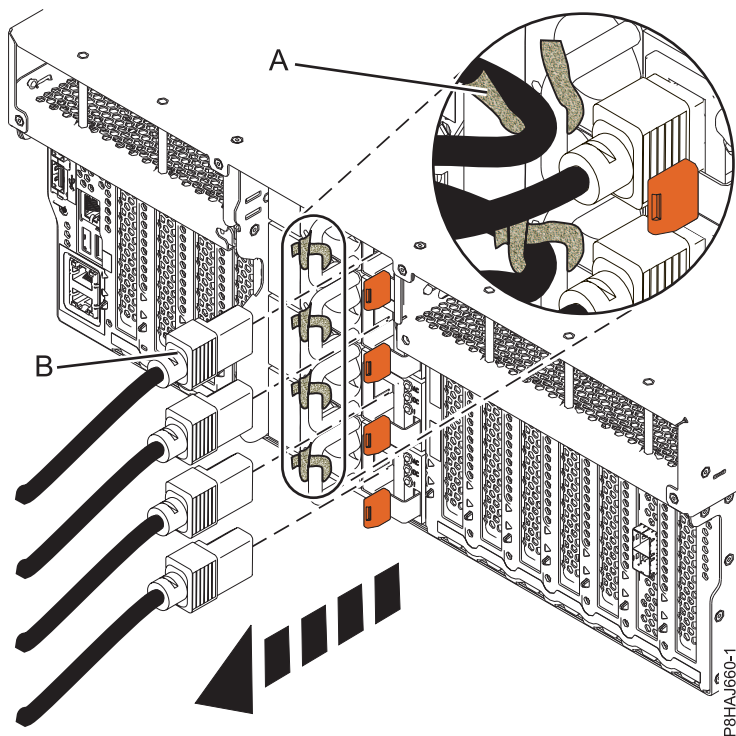
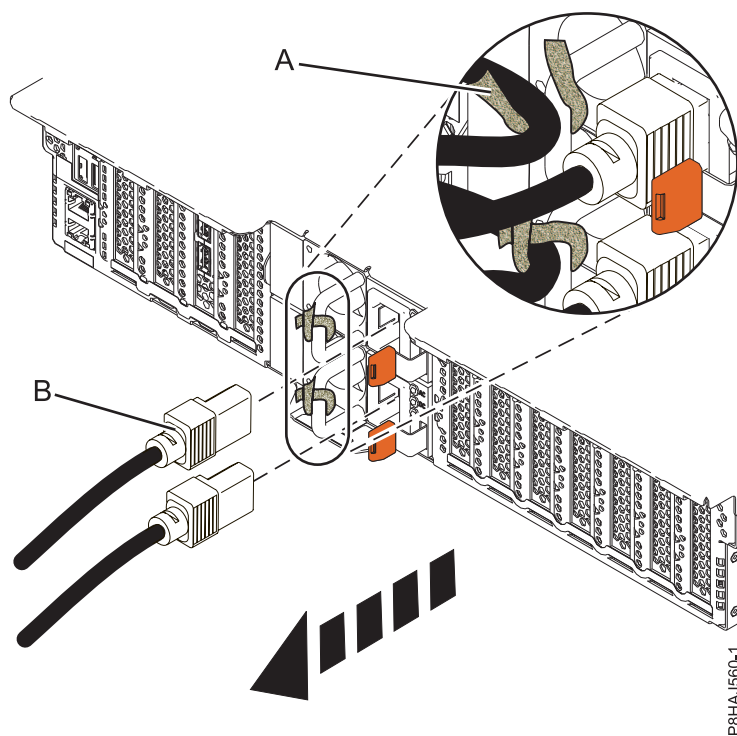
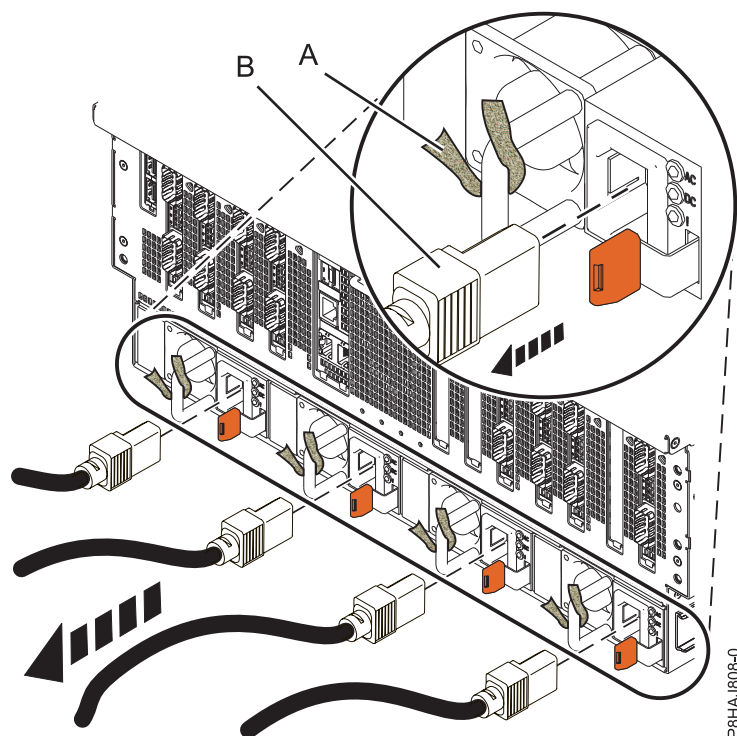

Figura 159. Remover os cabos de alimentação de um sistema 8247-42L, 8286-41A ou 8286-42A
Figura 160. Remover os cabos de alimentação de um sistema 5148-21L, 5148-22L, 8247-21L, 8247-22L, 8284-21A ou 8284-22A
Figura 161. Remover os cabos de alimentação de um sistema 8408-44E ou 8408-E8E
3. Desligue os cabos de alimentação **(B)** da unidade de sistema. Consulte Figura 159 na página 204, Figura 160 na página 205 ou Figura 161 na página 205 ou dependendo do tipo de sistema.